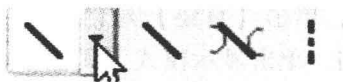
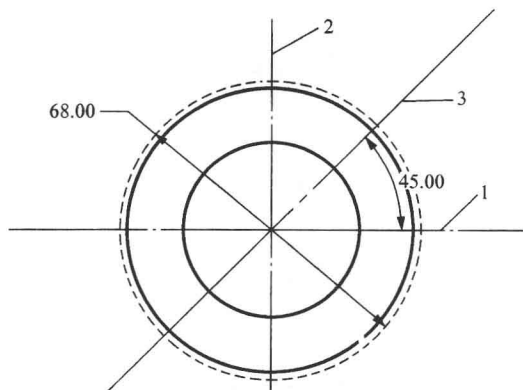

图 1.1-24 直线按钮
图 1.1-25 三条中心线
(3) 单击  中的 ，弹出如图 1.1-24 所示的选项按钮，单击其中的  (中心线) 按钮，通过圆心绘制 3 条中心线：1 条水平；1 条垂直；1 条与水平方向成 45° 夹角。分别如图 1.1-25 所示。